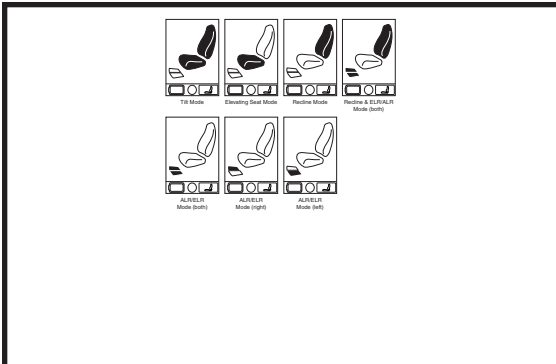

Figure 2. Mode d'élévation du télesiege
2. Poussez le levier ON/OFF et de sélection de mode jusqu'à ce que l'écran du siège s'affiche sur le ACL ou appuyez sur le bouton de sélection numéro 2 pour aller directement à l'écran du siège. **Voir la figure 2.**
3. Poussez la manette vers la gauche ou la droite pour faire défiler le mode élévateur de siège, l'indicateur de l'actionneur est allumé. **Voir la figure 2.**